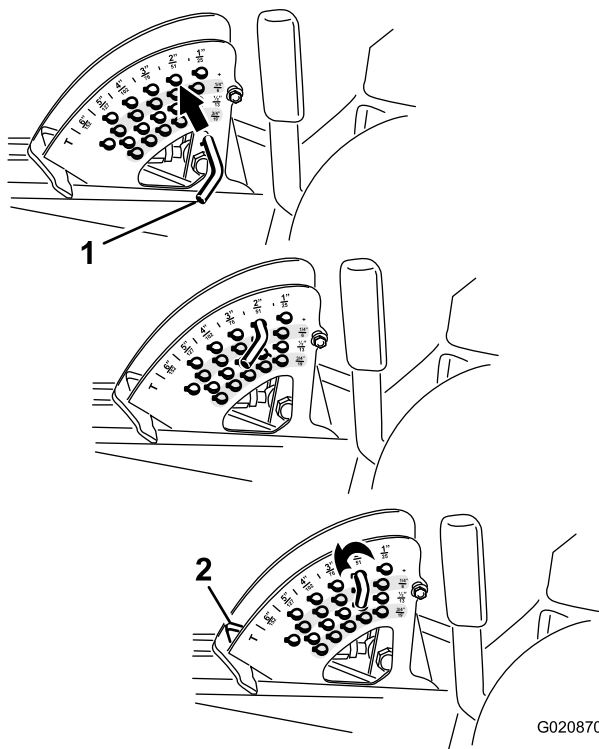

Figura 27
2. Rode o pino de bloqueio até que o pino do mesmo fique alinhado com as ranhuras nos orifícios no suporte da altura de corte e remova-o (Figura 27).
3. Selecione um orifício, no suporte da altura de corte, que corresponda a altura de corte desejada, insira o pino e rode-o para o bloquear no lugar (Figura 27).
**Nota:** Existem quatro filas de posições de orifícios (Figura 27). A fila de cima dá-lhe a altura de corte indicada por cima do pino. A segunda fila dá-lhe a altura de corte indicada mais 6 mm. A terceira fila dá-lhe a altura de corte indicada mais 13 mm. A fila de baixo dá-lhe a altura de corte indicada mais 19 mm. Para a posição de 15,8 cm só existe um orifício, colocado na segunda fila. Isto não acrescenta 6 mm à posição de 15,8 cm.